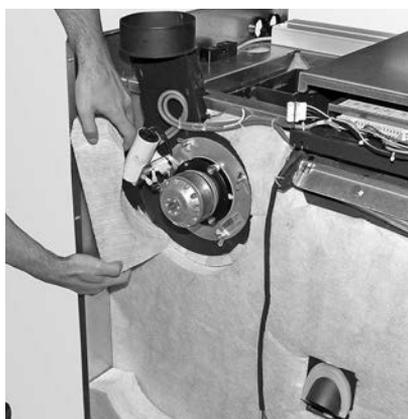

Fig. 27 Rimuovere l'isolamento sul ventilatore gas combusti
- Rimuovere l'isolamento intorno al ventilatore gas combusti - Fig. 27.